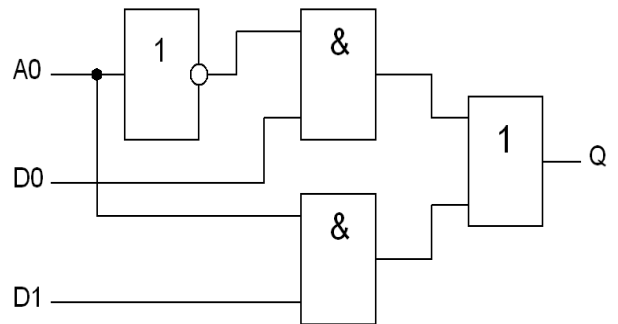

Рис.20
**Вопрос 56.** Схема какого устройства изображена на рис.20?
**Вопрос 57.** Определите, каким логическим выражением описывается работа схемы на рис.20?